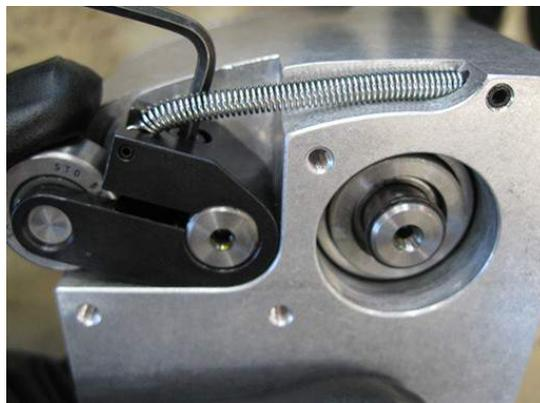

FIGURE 5-2. VIS DE SERRAGE DU BRAS À CAME
1. Desserrer la vis de serrage sur le bras à came en utilisant une clé BTR de 3 mm, illustré à la Figure 5-2.